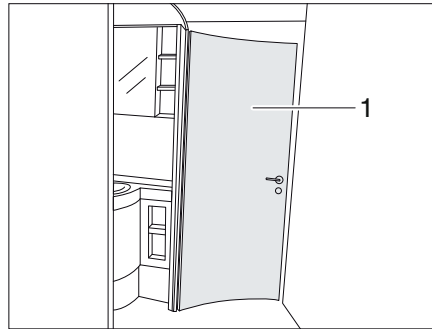

Bild 238 Raumbad
Die Tür des Toilettenbereichs (Bild 238,1) lässt sich je nach Ausstattung in 1-3 verschiedenen Öffnungsweiten zu einem Raumbad arretieren. Je nach gewählter Öffnungsweite werden verschiedene Raumteile miteinander verbunden.
- ▷ Die Tür des Toilettenbereichs (Bild 238,1) darf während der Fahrt nicht als Raumtrenner verwendet werden.